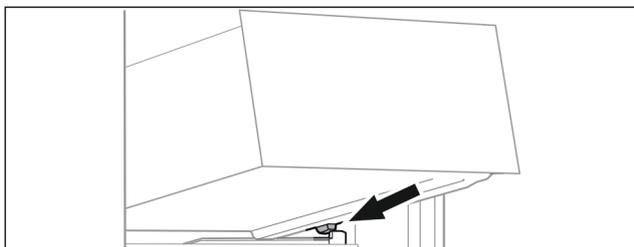

Fig. 49
- ▶ Placer le tiroir, en l'inclinant, derrière les butées sur la nervure de récipient. (voir Fig. 49)